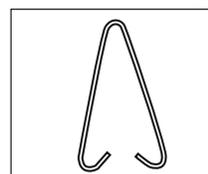
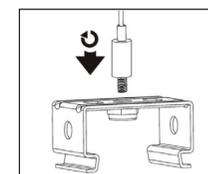

Рис. 5
Рис. 6
- Для установки осветительного прибора на подвесы используйте скобы (2 шт. – рис. 5) для подвешивания монтажа (входят в комплект поставки) или тросовую систему подвеса (рис. 6) (в комплект поставки не входит и приобретается отдельно).